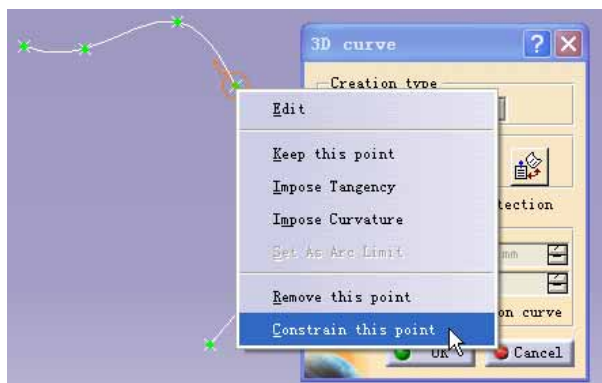

图 4-11 使用快捷菜单编辑点
- ◆ 当菜单的最后一项为 Free this point 时，表示该点目前处于约束状态，不可编辑，可以单击 Free this point 命令使得该点处于自由状态，此时 Edit 命令可用，菜单的最后一项变为 Constraint this point，表示该点目前处于自由状态，可以对该点进行约束。如图 4-11 所示。